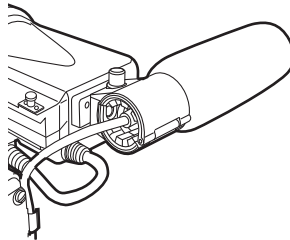

図 2
- 2 アイカップを抜き取る。(図 2)
- 2 ロックリングを時計方向に、〈LOCK〉の位置まで確実に回す。(図 2)
- 2 マイクを取りつけ、固定ねじを締める。(図 2)